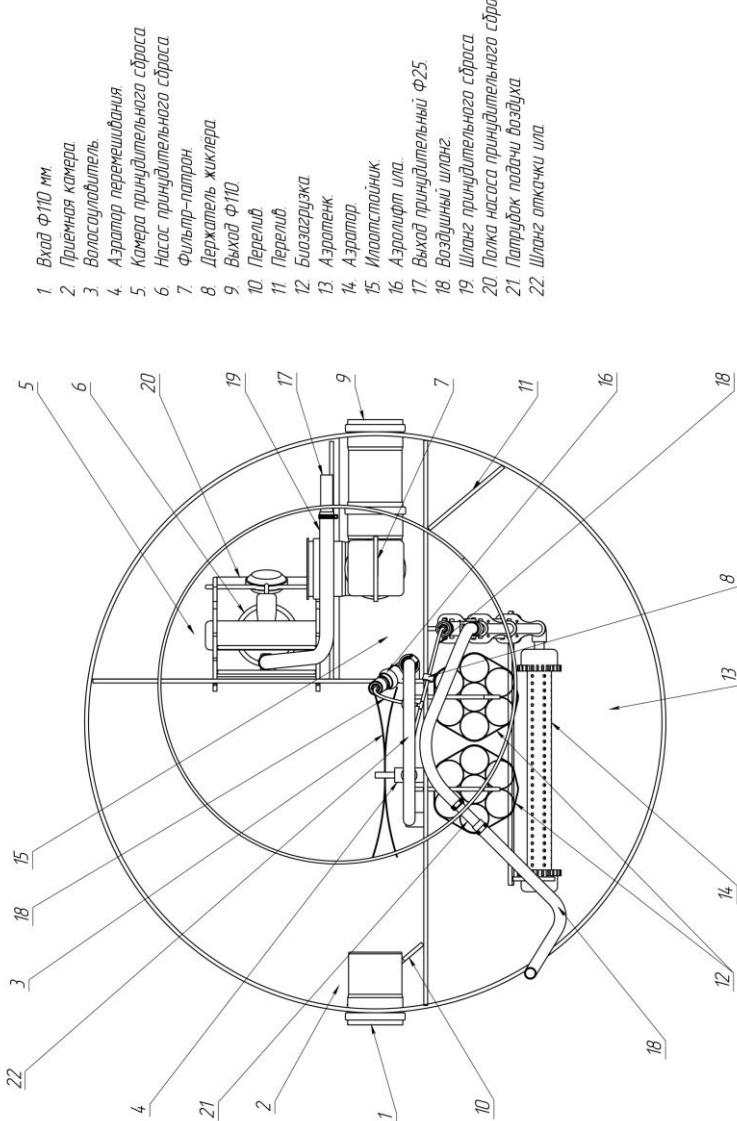

Рисунок 1 - Внутреннее устройство Zörde Rein
Сточные воды попадают в приёмную камеру [2] (рис. 1), станции Zörde Rein самотеком через входной патрубок диаметром 110 мм [1] (рис.1), где начинается первый бескислородный этап биологической очистки бактериями активного ила.
Волосоуловитель для удержания туалетной бумаги и нерастворимой взвеси (3) (рис. 1):
2. Оснащён аэратором перемешивания [4] (рис. 1), подключен воздушной магистралью силиконовой трубкой 6 мм с установленным жиклёром 4 л/ч.
Через переливное отверстие [10] (рис. 1) в разделительной перегородке станции, предварительно очищенные стоки с приёмной камеры [2] (рис. 1), поступают в
аэротенк (13) (рис. 1) с аэрацией, где созданы условия аэробной очистки стоков микроорганизмами, содержащимися в сточных водах очистного сооружения, переходящих на аэробный тип питания с разрушением сложных органических соединений.
Барботаж предотвращает образование плотного осадка. Органическая взвесь измельчается благодаря работе мелкопузырчатого аэратора (14) (рис. 1) (питается от компрессора, который вынесен за габарит корпуса станции). Начинается аэробная переработка стока, в том числе процессы нитрификации. На данном этапе происходит практически полное окисление органических соединений благодаря прохождению аэробной стадии очистки сточных вод. Разрушаются и усваиваются микроорганизмами белки и частично жиры.
Биофильтры (биозагрузка) (12) (рис. 1) из сетчатой трубы, погруженные в очищаемые сточные воды аэротенка над мелкопузырчатым аэратором (14) (рис. 1), увеличивают площадь крепления биопленки и концентрацию активной биомассы в SBR - реакторе. Биофильтры не требуют замены на протяжении всего срока эксплуатации.
Часть очищаемой воды с активным илом аэрлифтом возврата ила (16) (рис. 1), работающего от компрессора (который вынесен в блок управления), возвращаются из отстойника (15) в приёмную камеру (2), где происходит насыщение илом биомассы. Подача активного ила регулируется автоматически. Таким образом создается рециркуляция стоков внутри системы, обеспечивая равномерную нагрузку органики на SBR - реактор стации Zörde Rein.
Аэрлифт возврата ила (15) (рис. 1) подключен воздушной магистралью (17) (рис. 1), силиконовой трубкой 6 мм с установленным жиклёром 4 л/ч.
SBR - реактор оборудован отстойником ила (15) (рис.1), благодаря чему эффективность биологической очистки сточных вод существенно возрастает.
По мере поступления стоков в очистное сооружение часть очищенной воды перемещается из верхних слоёв илоотстойника (15) (рис. 1) в отводной патрубок, оснащенный фильтр - патроном для станций самотёчного исполнения (7) (рис. 1).
В станциях принудительного исполнения очищенный сток перемещается из илоотстойника через фильтр-патрон (7) (рис. 1) в камеру для принудительного отведения (5) (рис. 1) сточных вод с установленным принудительным выходом (17) (рис. 1), полкой (20) (рис. 1), дренажным насосом, шлангом принудительного сброса с поплавковым выключателем (6) (рис. 1).
В камере принудительного сброса (5) (рис. 1) для осветлённой воды очистного сооружения устанавливается полка (20) (рис. 1) с погружным насосом и поплавковым выключателем (6) (рис. 1).